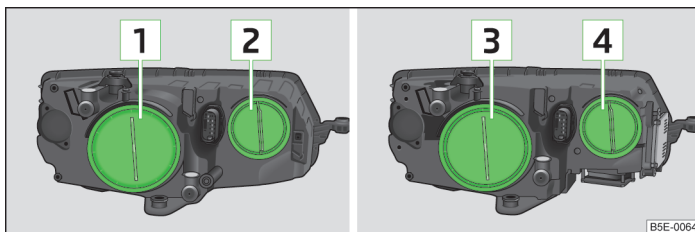

Fig. 220 Raffigurazione di principio: fari con luci alogene/luci allo xeno
- Estrarre la copertura in gomma **1** » fig. 220 a pagina 269.
- Estrarre la copertura in gomma  » fig. 220 a pagina 269.